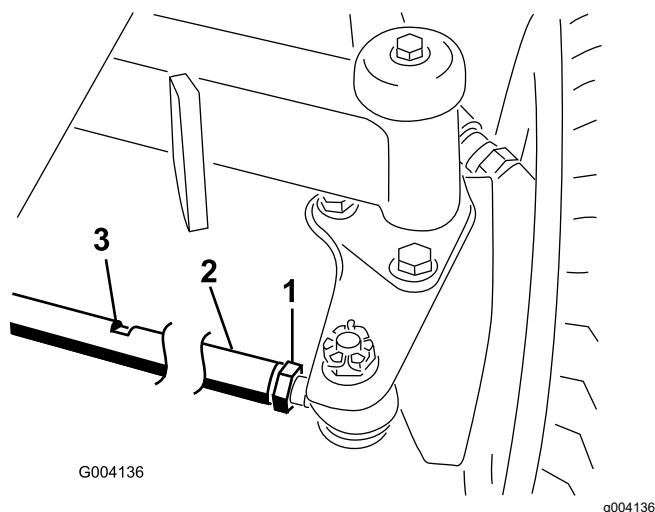

Figura 63
- Desaperte a porca de bloqueio em cada extremidade da barra de direção (Figura 63).